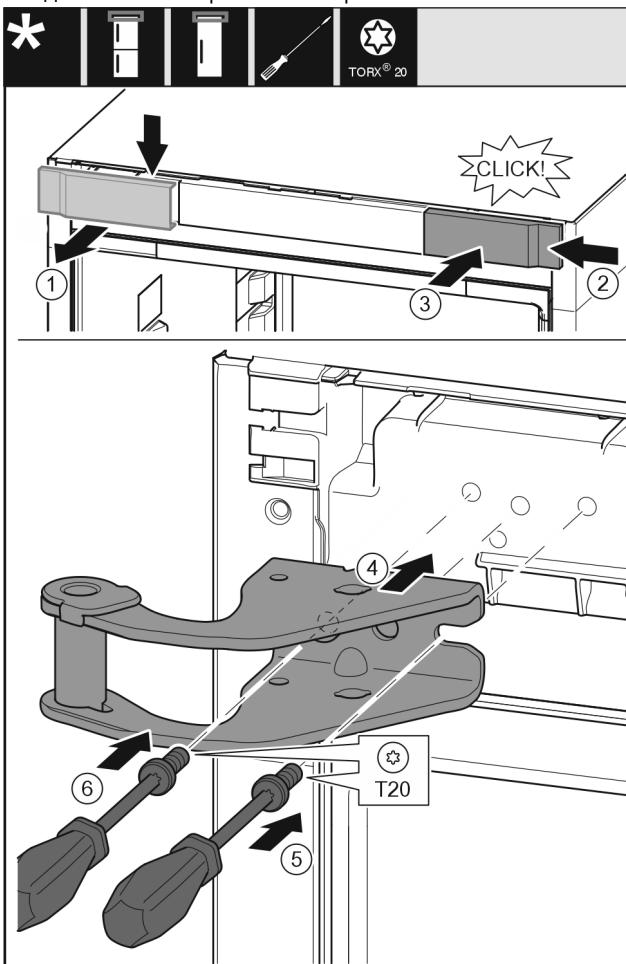

Fig. 14
- Свалете капака от горе напред. Fig. 14 (1)
- Закачете капака, завъртян на 180°, от другата страна отляво. Fig. 14 (2)